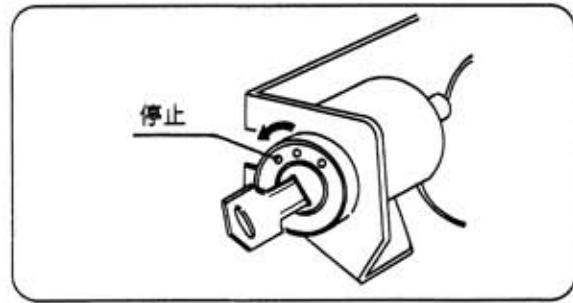

図14
- ④ キースイッチを左へ回してOFF(停止)位置にすると停止できます。 (図14)